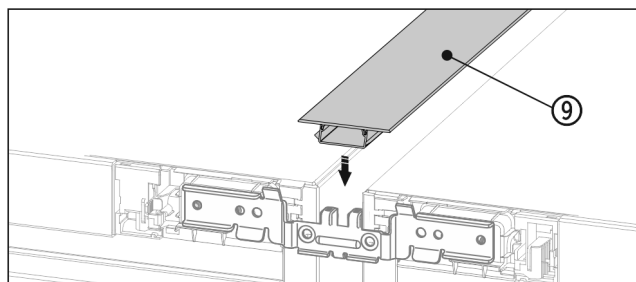

Fig. 21 *
- ▶ Затисніть на верхньому боці короткий нащільник Fig. 21 (9) в горизонтальну щілину.*